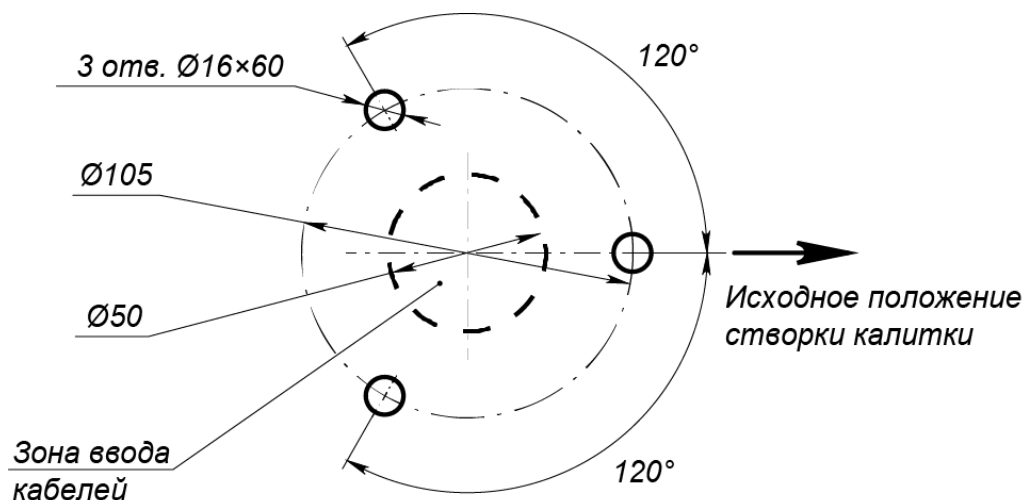

Рисунок 10. Схема разметки для монтажа калитки
2. В соответствии со схемой, приведенной на рис. 10, произведите разметку и разделку отверстий в полу под гильзы анкеров (9) для крепления стойки калитки. При необходимости используйте разметочный шаблон из комплекта поставки. Для разделки отверстий используйте сверло твердосплавное Ø16. Глубина сверления 60 мм.
4. При необходимости прокладки кабелей питания (13) и управления (14) под поверхностью пола подготовьте в полу кабельный канал, подходящий к зоне для ввода кабелей в стойку калитки. Расположение зоны подводки кабелей указано на схеме, приведенной на рис. 10.